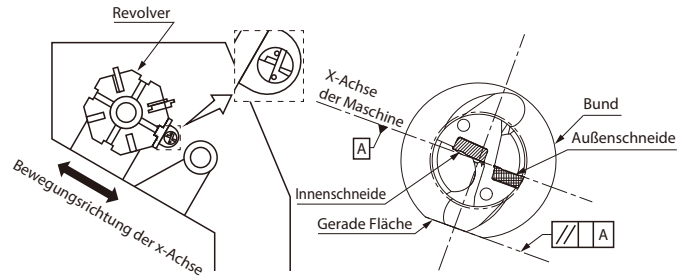

Abb. 1 Eingesetzt in Drehautomaten
- Richten Sie die Skala am Flanschumfang der Hülse auf die Mitte des Kühlmittelstopfens des Bohrers aus. (Abb. 1)